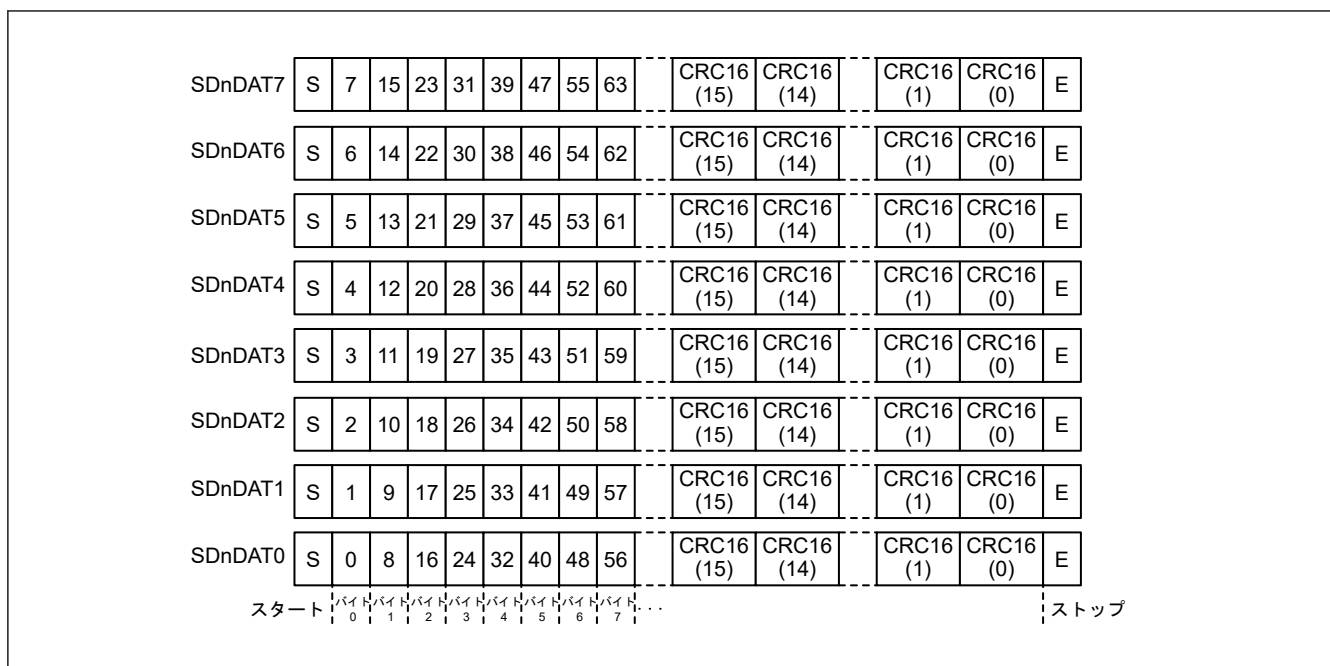

図 34.4 8 ビット幅モードの SDnDAT
2. 受信データが MMC ホストインタフェースの SD\_BUF に格納される (図 34.4 を参照)。